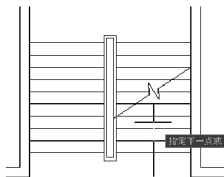

图 2.125 确定上行箭头杆终点的位置
(3) 在 **指定下一个点或 [圆弧 (A)/ 半宽 (H)/ 长度 (L)/ 放弃 (U)/ 宽度 (W)]:** 提示下, 关闭【对象捕捉】功能, 将光标垂直向上拖动至如图 2.125 所示的位置, 并单击, 这样就绘出了上行箭头的杆。